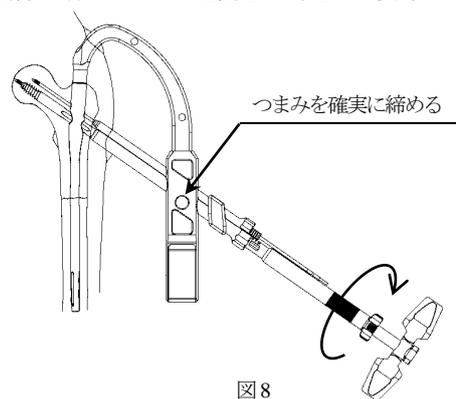

図8
- 8) ショートネイルの手法に従いラグスクリュー及びエクストラスクリューを挿入します。骨折部へ圧迫をかける際は、ターゲットデバイスのつまみを確実に締めてスリーブを固定して下さい。(図8)